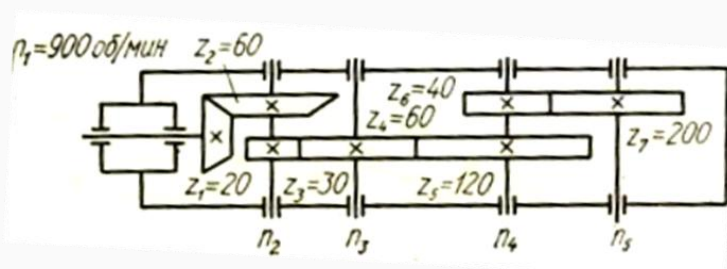

Рис. 4.
3.13. По заданным условиям определить частоту вращения на выходе $\Pi 5$ (рис. 4).